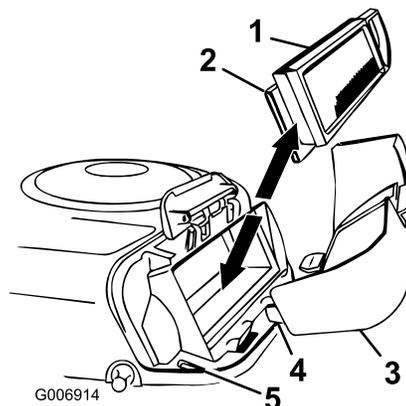

Figura 22
7. Deslice cuidadosamente el filtro de papel y el filtro de gomaespuma para retirarlos de la carcasa del soplador (Figura 22).
2. Alinee las pestañas de la tapa del limpiador de aire con las ranuras de la carcasa del soplador (Figura 22).